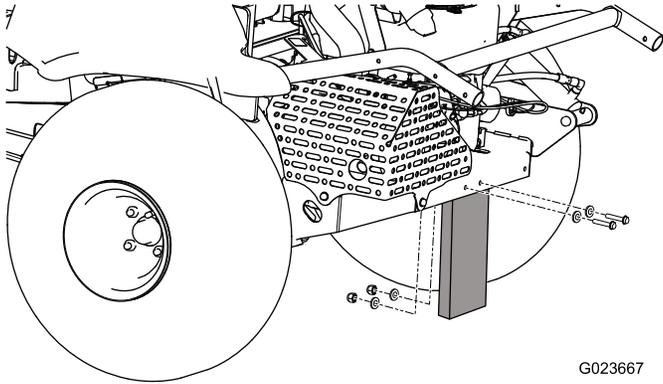

图3
1. 拆下将运输板固定到机器后部的螺母、螺栓和垫圈（图3）。